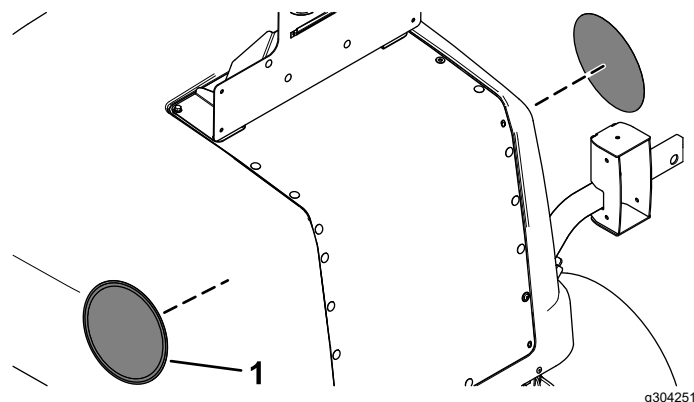

Figura 34
14. Aplicai autocolantul de viteză adecvat pe fiecare parte a capotei (Figura 34).